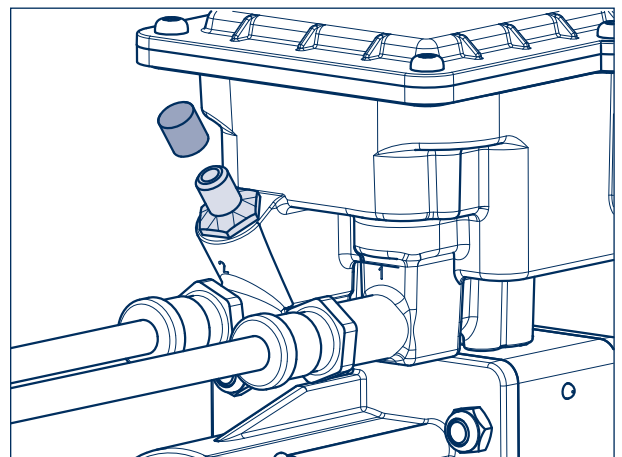

Bild 41
- [1] Kappe am Prüfanschluss entfernen (Bild 41).